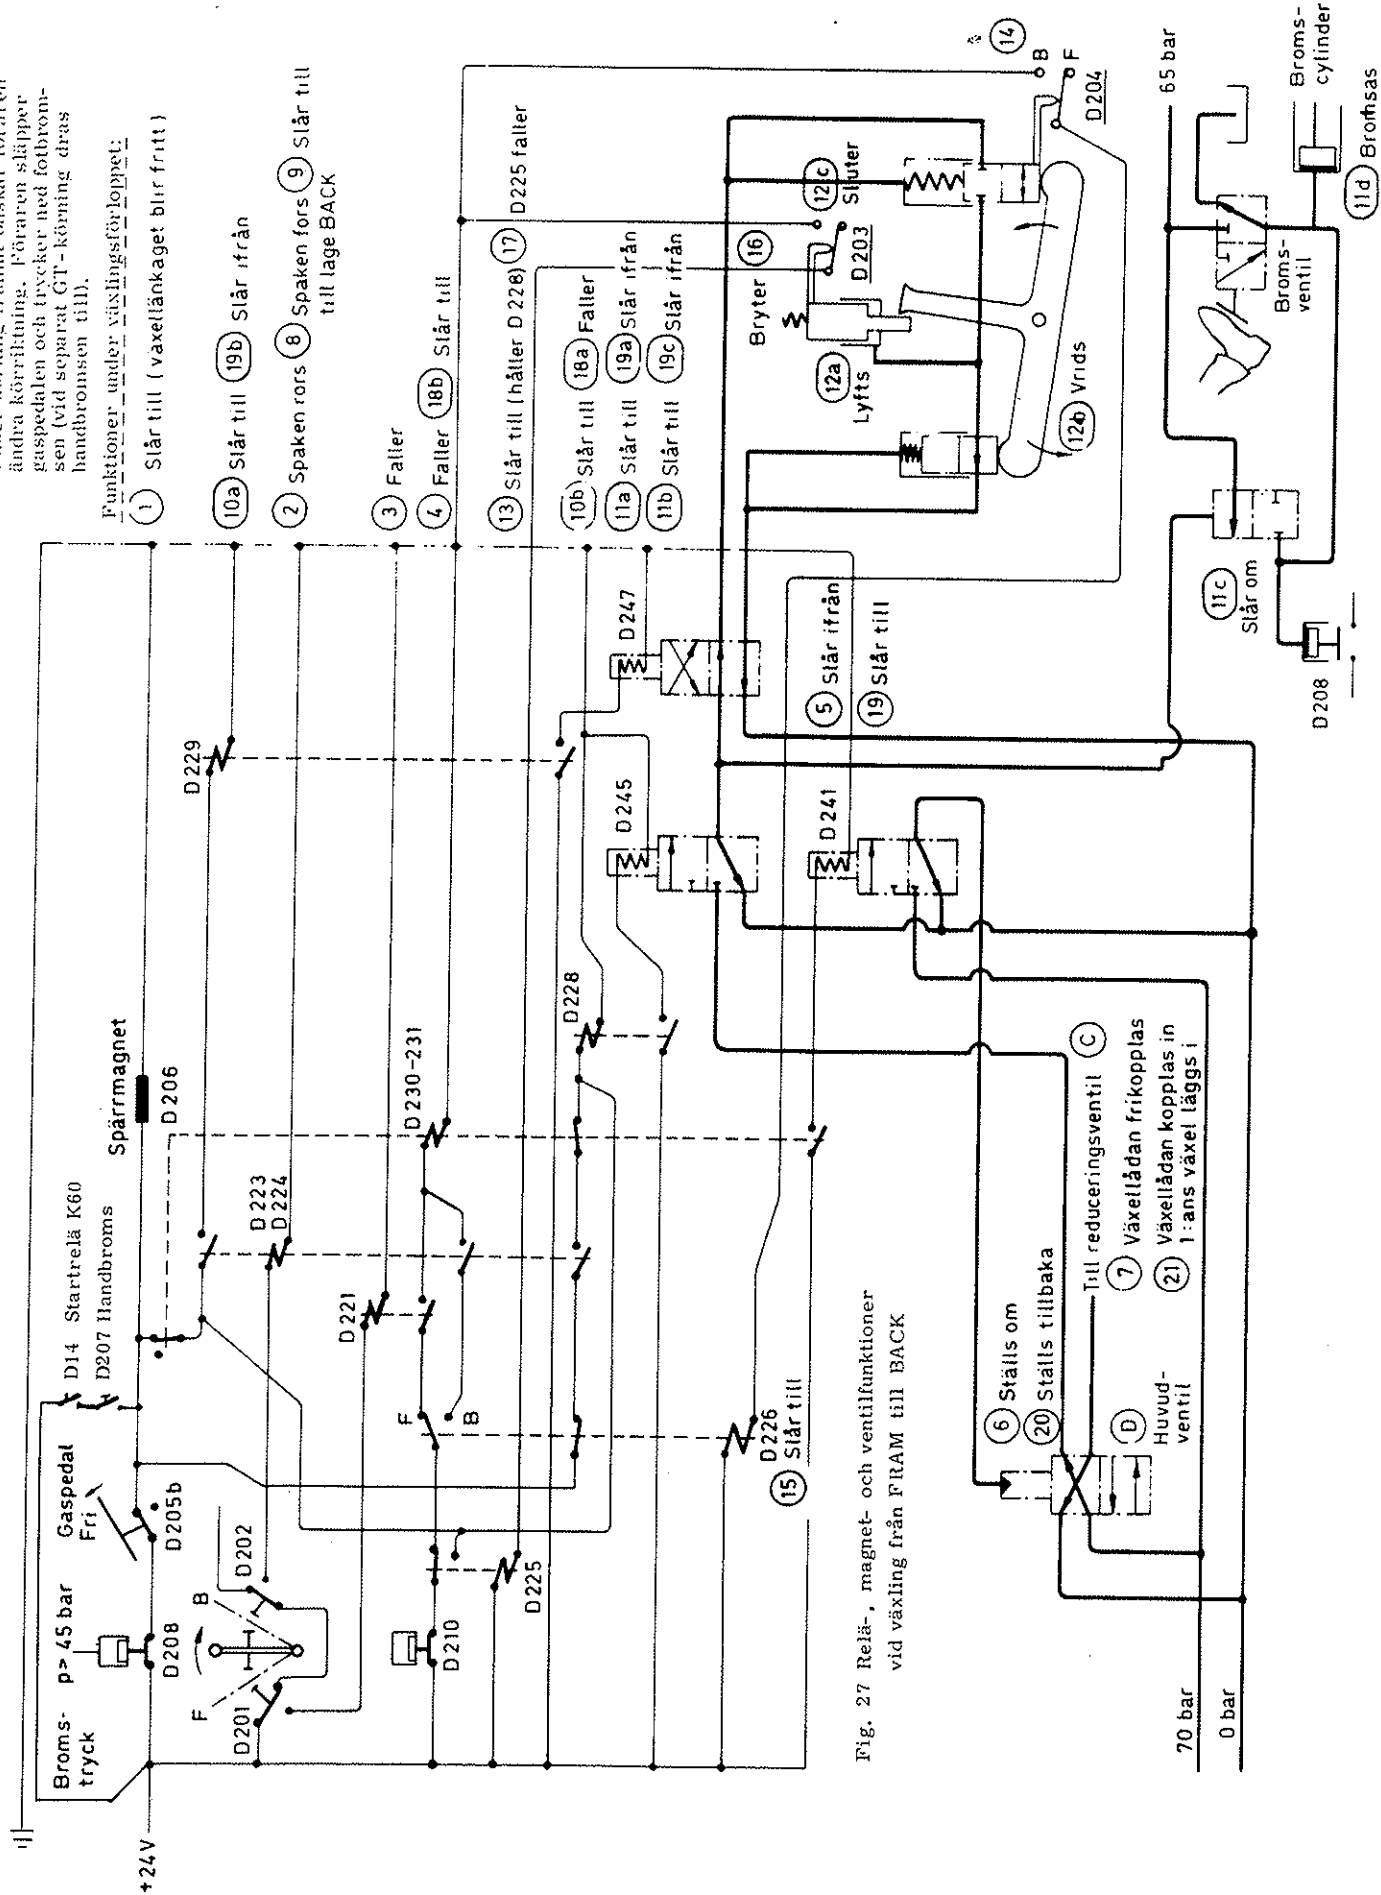

Fig. 27 Relä-, magnet- och ventilmfunktioner vid växling från FRAM till BACK
- 4 Bromspedalen nedtryckt varvid växlingsreglagets spärrning upphäves (magnet D206, se Fig. 27 överst)